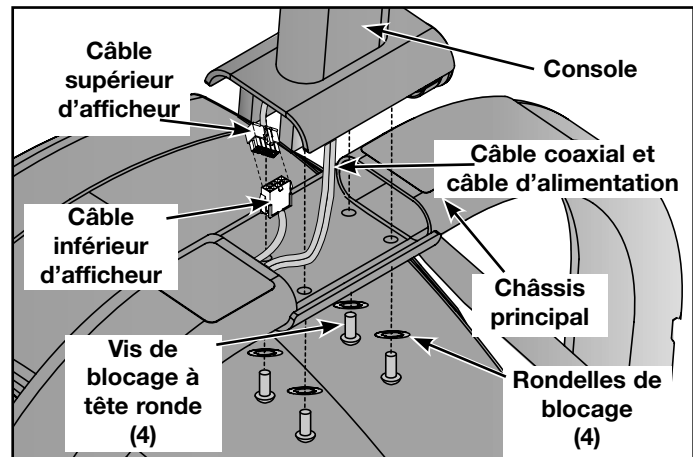

Figure 15
- B. Raccordez le câble d'afficheur supérieur au câble d'afficheur inférieur, dans le châssis principal. Reportez-vous à la figure 15.
- D. Fixez la console au châssis principal à l'aide des quatre vis de blocage à tête ronde et des quatre vis de blocage à tête ronde, tel qu'illustré à la figure 15.